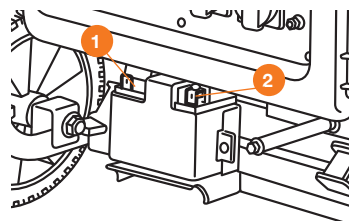

Рис. 7
- Подключите аккумуляторную батарею, присоедините провода к соответствующим клеммам - красный провод ① к плюсовой клемме и черный ② к минусовой клемме аккумуляторной батареи (Рис. 7).